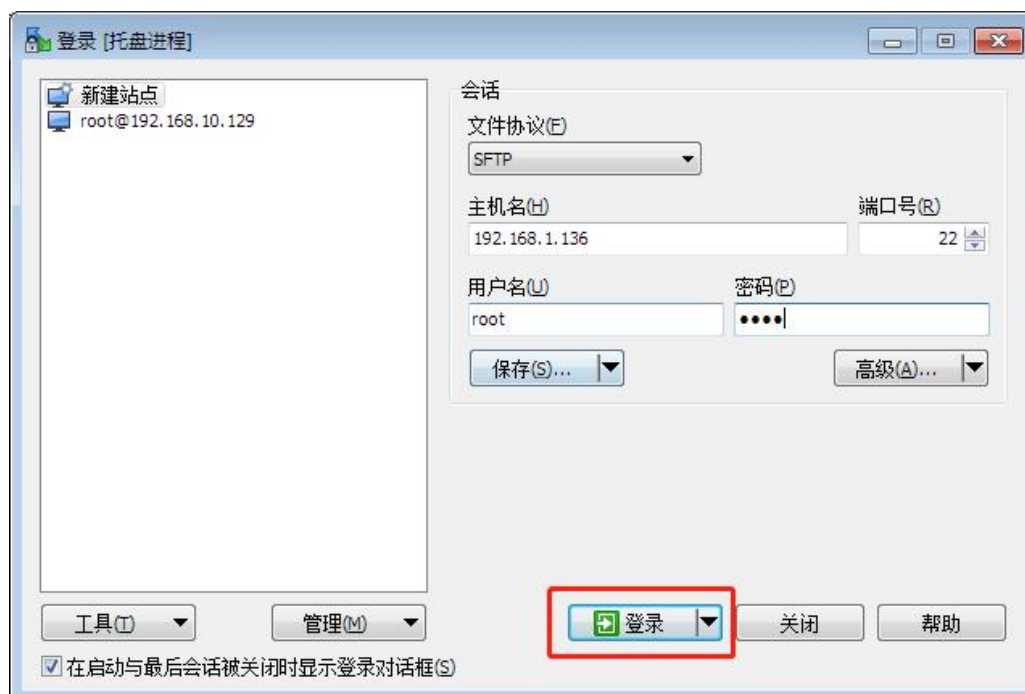

图 4.9 登录主站
(6) 启动主站。AWStudio 需要启动 EtherCAT 主站才能正常使用。打开“开发资料包/tools/常用辅助工具/winscp553setup.exe”工具，输入 IP: 192.168.1.136，用户名: root，密码: root，点击登录，如图 4.9 所示。